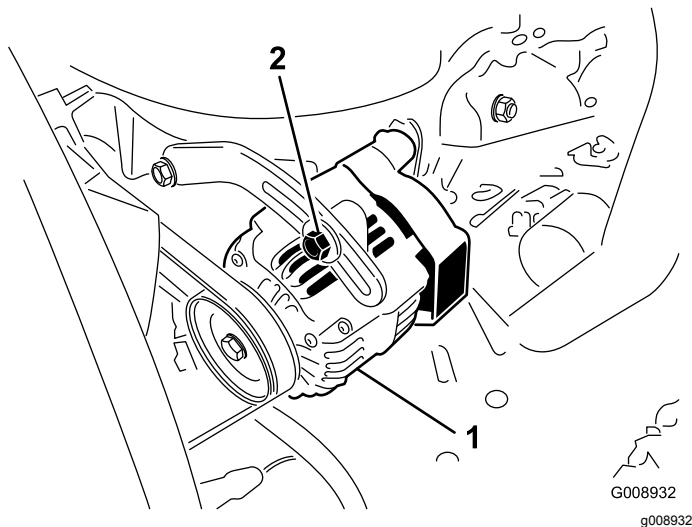

Figura 59
Verifique o estado e a tensão das correias (Figura 59) após cada 100 horas de funcionamento.
2. Se a deslocação obtida não for igual a 10 mm, deve desapertar os parafusos de montagem do alternador (Figura 59).